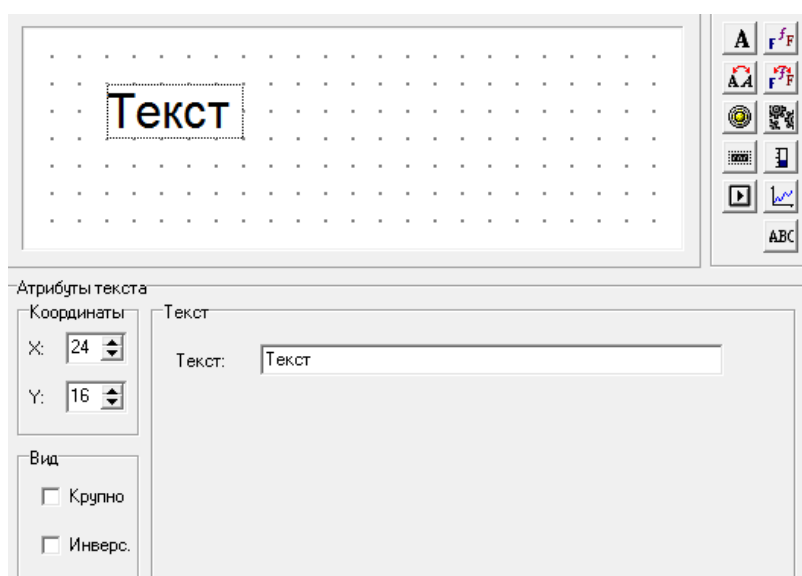

Рисунок 4.4 – Область отображения текста
1. Нажать кнопку «Текст» (**A**). В окне редактирования режима отобразится прямоугольная область текста. Одновременно этот текст отображается в поле ввода «Текст», расположенном под окном редактирования (см. рисунок 4.4). В этом окне текст можно отредактировать, используя символы (как кириллицы, так и латинского алфавита) и цифры.